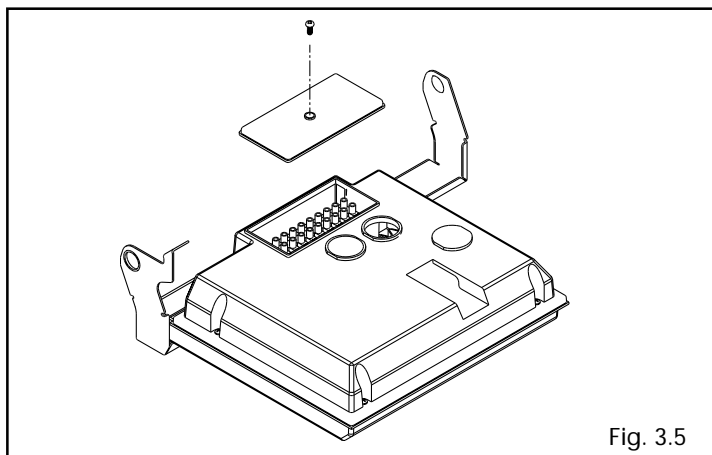

Fig. 3.5
- togliere la copertura allacciamenti elettrici agendo sulla vite di fissaggio (fig. 3.5)